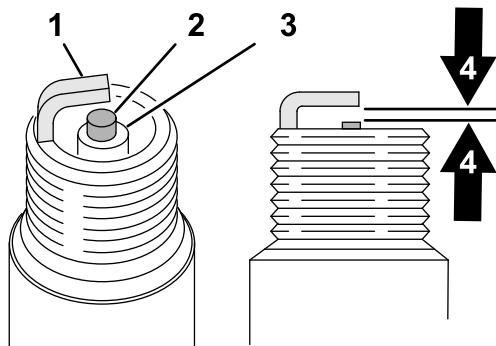

図 154
1. 中央の電極部を観察する図 154。絶縁体部がうす茶色や灰色なら適正、碍子が黒くなっているのは不完全燃焼であるエアクリーナの汚れが原因であることが多い。